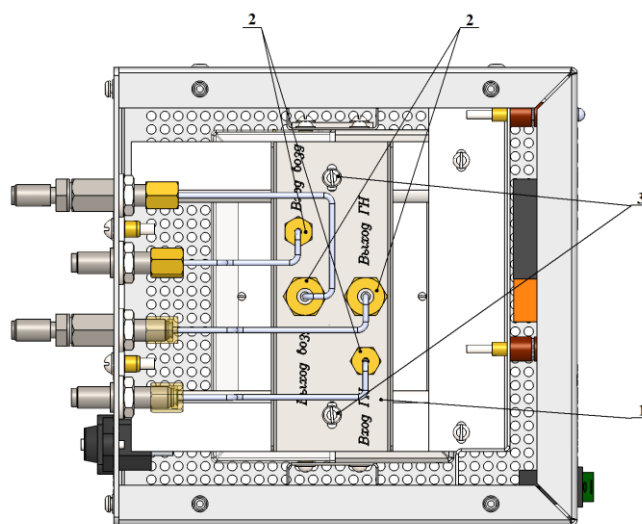

Рис. 6. Вид нижней части фильтра
- 2) Открутить от штуцеров, входных и выходных трубопроводов реактора (Рис. 6), гайки (2) крепления трубок и отвести трубки в сторону;
- 3) Открутить (Рис. 6), два винта (3) крепления планки реактора к кронштейну и вынуть реактор;